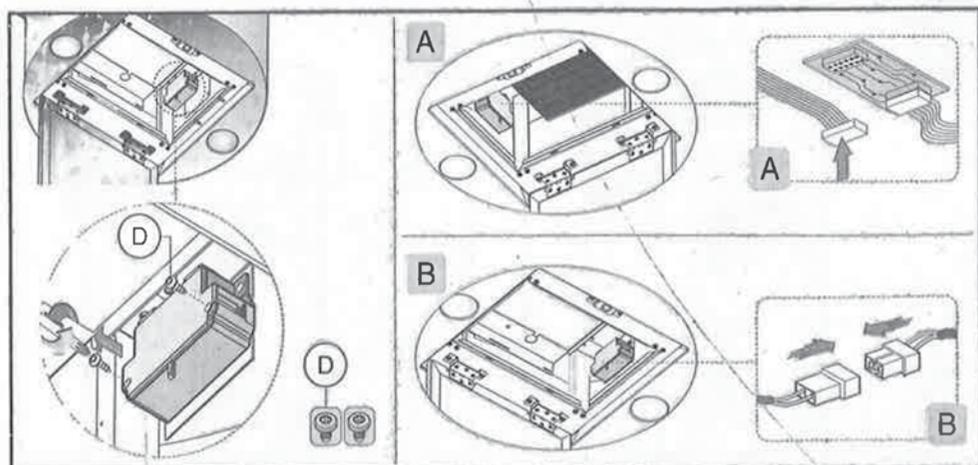

Fig.12
Prima di effettuare il collegamento, svitare le 4 viti **D** delle due scatole e aprire i coperchi (Fig.12)
- Effettuare le connessioni elettriche tra il corpo cappa e il gruppo motore (Fig.12 A e B).